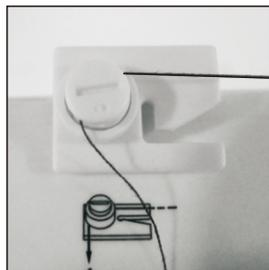

Fig.12
- (2) Pase el hilo a través del disco de tensión de la devanadora en la parte superior de la máquina (Fig. 12).